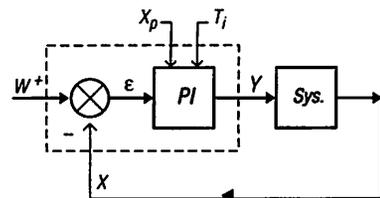

Fig. 7 : Régulateur à action proportionnelle et intégrale.
2.3. Régulateur à action proportionnelle intégrale (PI) (fig. 7)